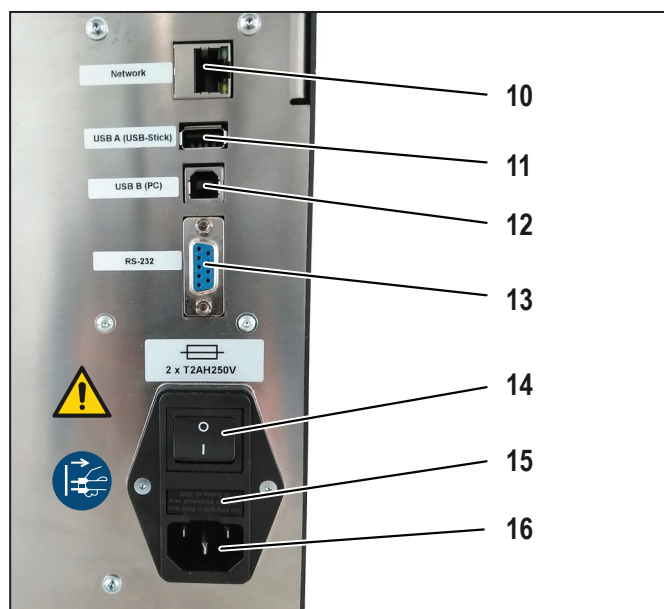

Figure 3.2 Vue de derrière
- Raccorder d'abord le câble d'alimentation à la prise d'alimentation secteur de la machine (Figure 3.2, 16), puis le brancher sur le secteur.
- Connectez la machine automatique via un câble USB avec un ordinateur (Figure 3.2, 12).
- Connectez la machine automatique à un réseau via un câble Ethernet (Figure 3.2, 10).
► Allumez la machine automatique (Figure 3.2, 14).